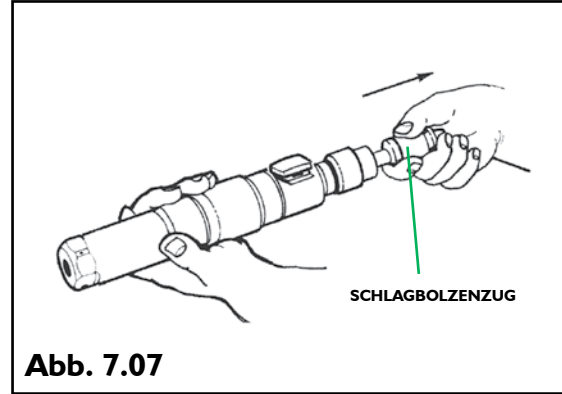

Abb. 7.07
- 3.2 Den Schlagbolzen bei von sich weg weisendem Gerät nach oben ziehen, bis ein „KLICKEN“ hörbar ist. Das Gerät ist jetzt gespannt und feuerbereit (siehe Abb. 7.07).